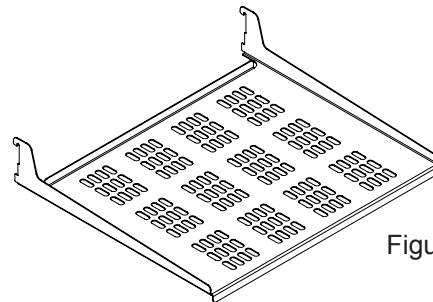

Figura 17
(2) Estante de chapa metálica perforada (vea la Figura 17).